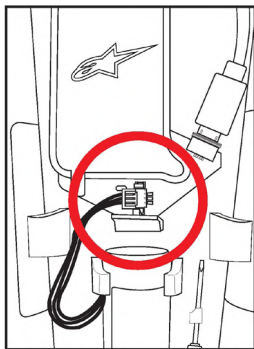

図18:システムバッテリー (14) コネクタの位置
ユーザーは、ガスインフレーター (15) が火工品デバイスであることを認識する必要があります。欧州火工品指令 (2013/29/EU) によれば、バッテリー (14) が電子制御ユニット (6) から物理的に切断されている場合、それらは運搬のために安全性が認定されています。バッテリー (14) を切断するには、ユーザーはエアバッグ制御ユニット (6) を開き、図18に示されている電子制御ユニット (16) のコネクタからバッテリー (14) を切断する必要があります。